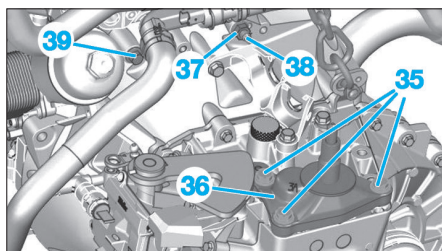

Fig. 10
- les vis (29),
- l'écrou (30),
- les écrous (31),
- l'écrou d'axe de support élastique (32) et sa rondelle,
- le support élastique (33),
- la platine (34),
- les vis (35) (Fig.10),
- le support de boîte de vitesses (36),
- l'écrou (37),
- le goujon (38),
- la vis (39).